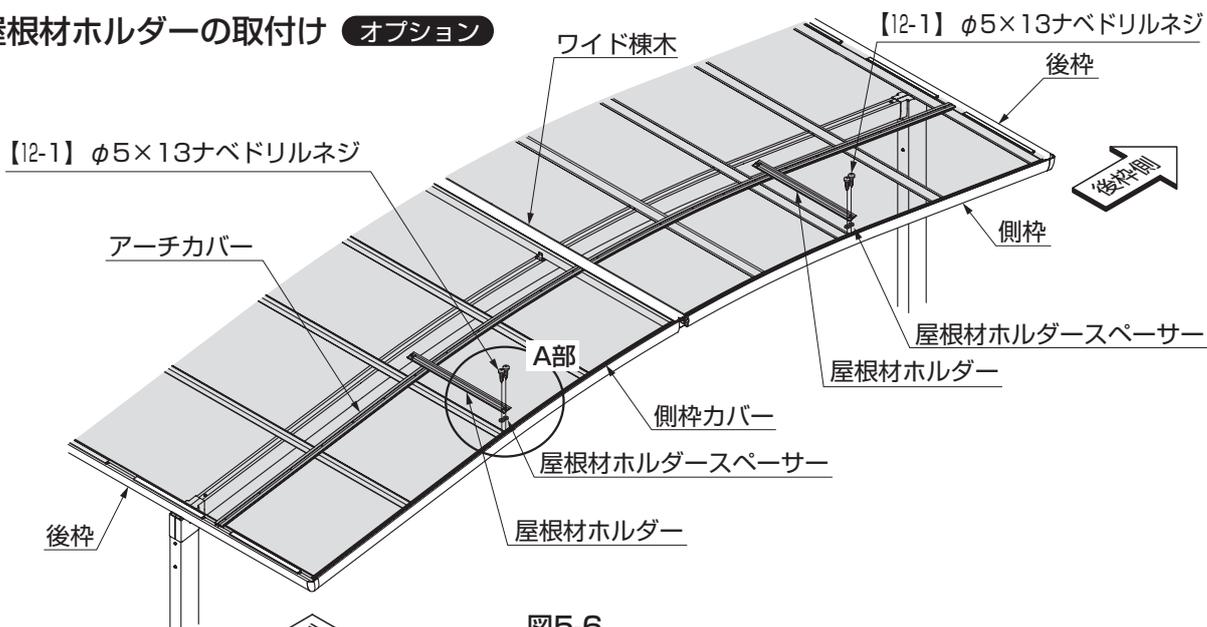

図5-6
①屋根材ホルダーを後枠側から数えて2本目の母屋の真上の位置に【12-1】で取付けてください。(図5-6参照)